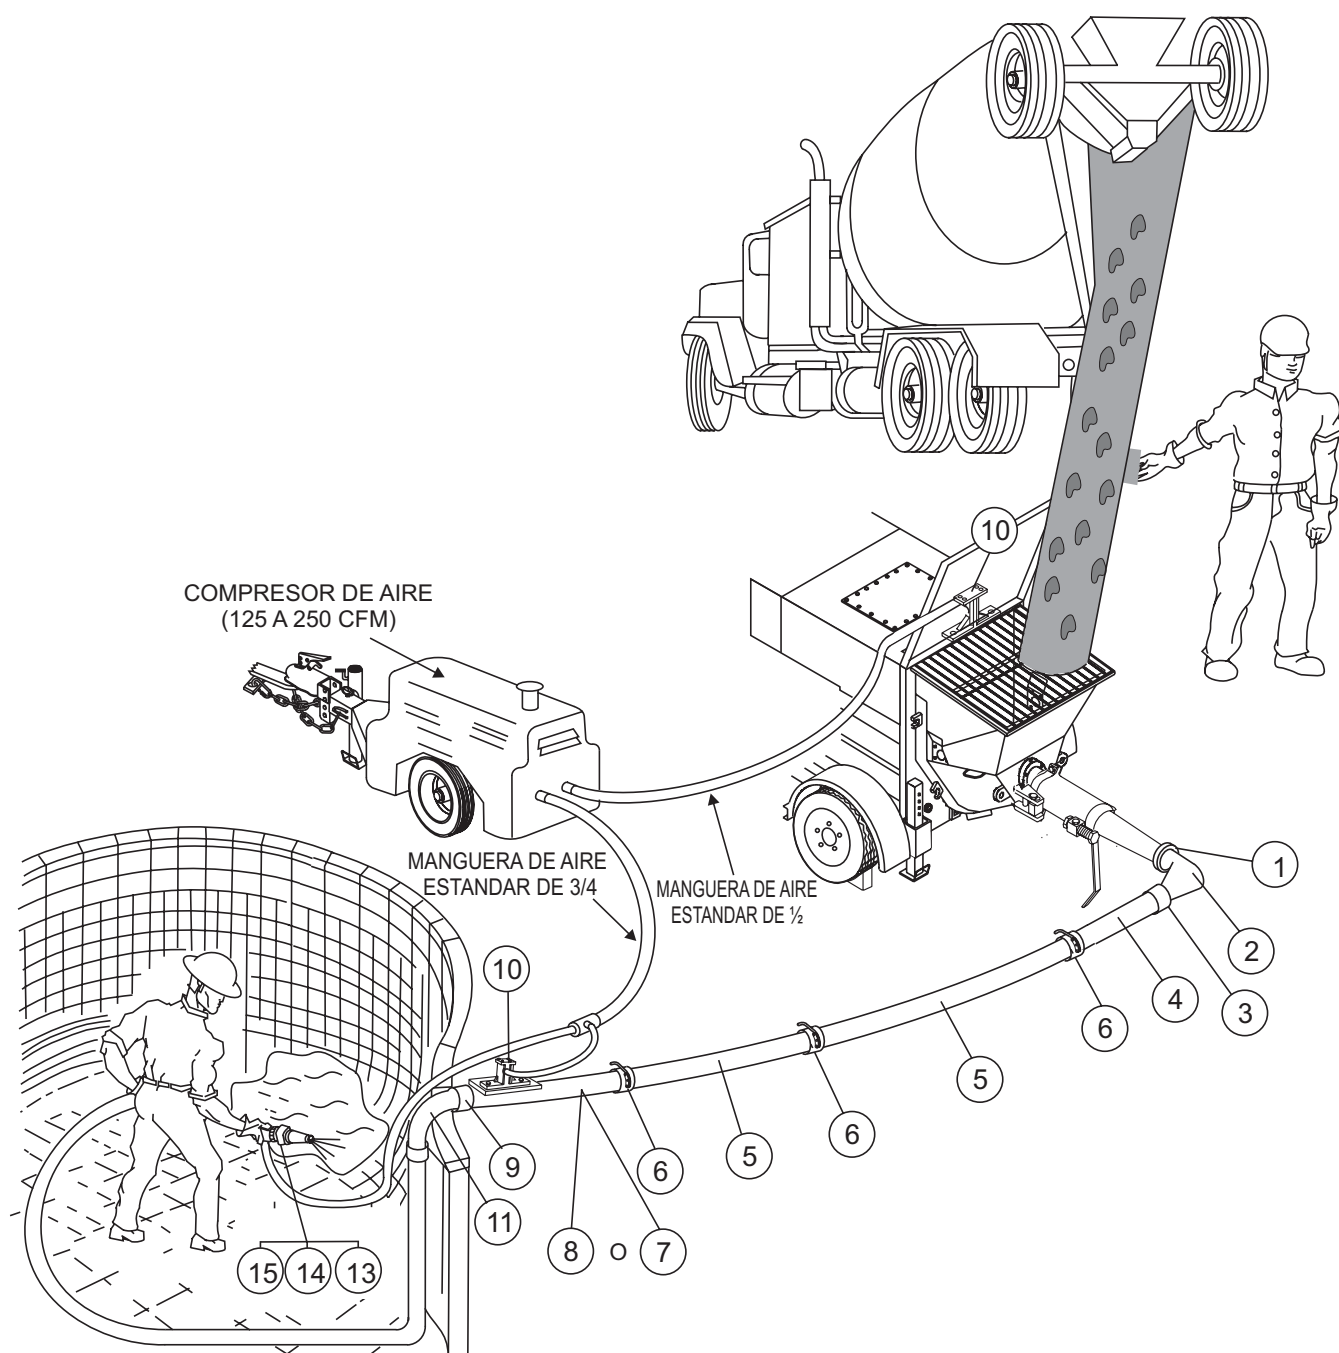

Figura 55. Sistema de tira de concreto recomendado
3. Llene el cono a 1/3 del volumen total (Figura 55-A) y varille 25 veces con una varilla de metal de punta redondeada de 1/2” dia. x 24” lg. (Este es un requerimiento específico, ya que los resultados no serán normarles a menos que lo siga exactamente.) Distribuya el varilleo eventualmente a través de toda la sección de cruz de la muestra.
4. Ponga un 1/3 más dentro del cono (Figura 55-B) el cual aumenta el volumen del cono a 2/3. Varille esta segunda capa 25 veces con la varilla, penetrándola, pero no llegue a la primera capa. Distribuya el varilleo uniformemente por toda la sección de cruz de la capa.
5. Llene el cono completamente (Figura 55-C). Varille esta capa 25 veces con la varilla penetrándola pero no llegue a la segunda capa. Distribuya el varilleo uniformemente por toda la sección de cruz de esta capa.
6. Retire el exceso de concreto (Figura 55-D) desde la punta del cono, usando la varilla como una lima emparejadora.
7. Levante el cono verticalmente (Figura 55-E) y despacio. **NO** sacuda el concreto ó incline el cono durante este proceso. (Invierta el cono ya vacío y colóquelo a un lado pero sin tocar el concreto asentado.
8. Ponga una regla (Figura 55-F) transversalmente sobre la punta del cono asentado. Mida la cantidad de asentamiento en pulgadas desde la base en línea recta hacia arriba de la regla a la punta del concreto asentado en un punto sobre el centro original de la base. La operación de asentamiento debe completarse en lapso un máximo de tiempo de 1-1/2 minuto. Deshágase de ese concreto. **NO** lo use en otras pruebas.